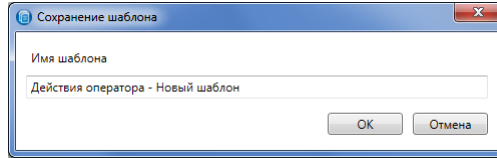

Рис. 14.5. Сохранение шаблона
6. Введите имя шаблона во всплывающем окне (Рис. 14.5) и нажмите кнопку ОК.